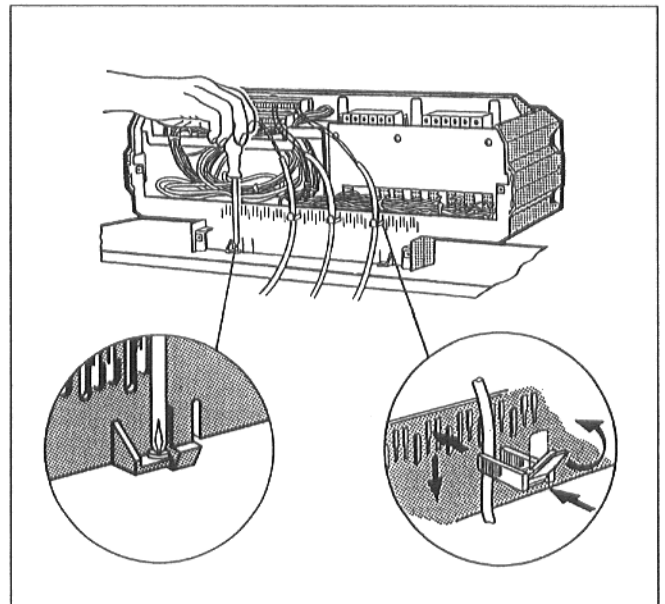

Рис. 17
- Привинтить цоколь устройства регулирования внутри справа и слева в кабельном проходе с помощью 2 самонарезных винтов к переднему кожуху котла (Рис. 17).
- Зажимы кабеля с вложенным в них присоединительным кабелем вставить в зажимной каркас и закрепить кабель, повернув рычаг (Рис. 17).